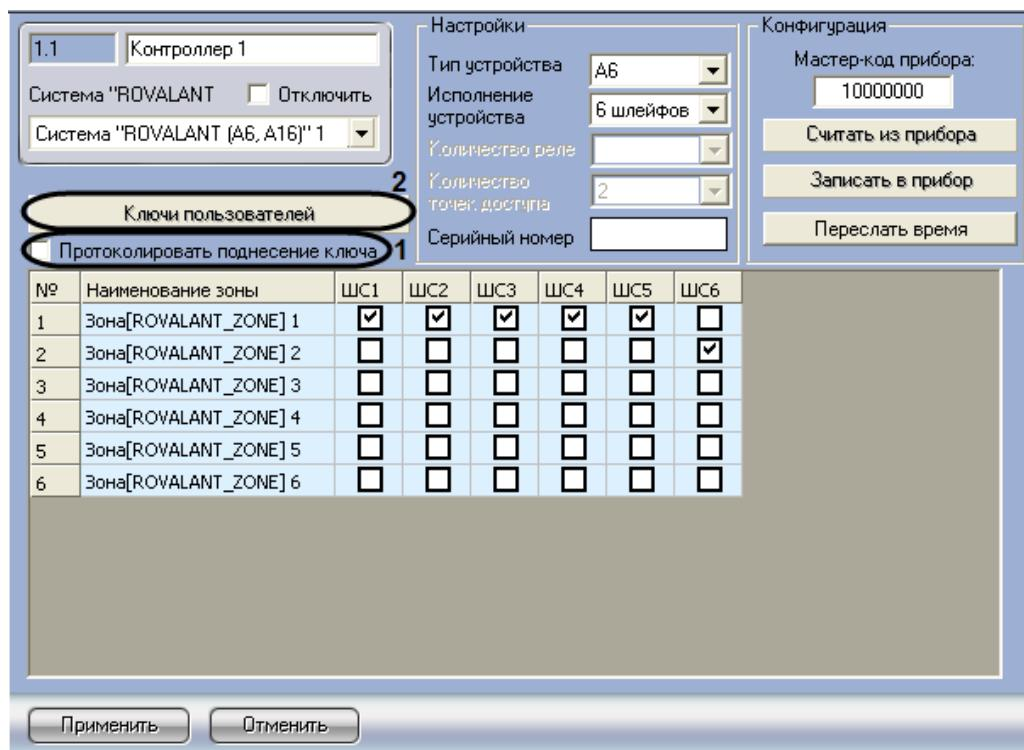

Рис. 3.3—5 Задание ключей пользователя
1. Перейти на панель настроек объекта **Контроллер** (Рис. 3.3—5).
2. Установить флажок **Протоколировать поднесение ключа**, если необходимо отображать в протоколе событий случаи предъявления идентификатора доступа (см. Рис. 3.3—5, 1).